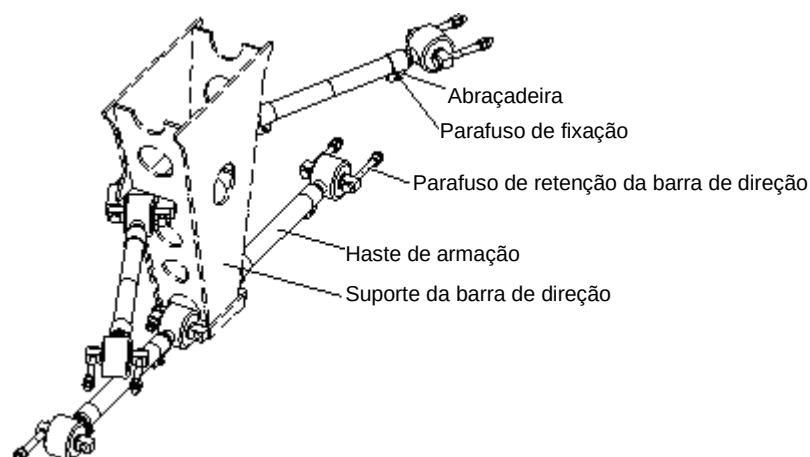

Figura 05 – 31
- b) Inspeções do suporte da barra de direção e suporte do cilindro de suspensão (Consulte a Figura 05 – 31 e a Figura 05 – 32):